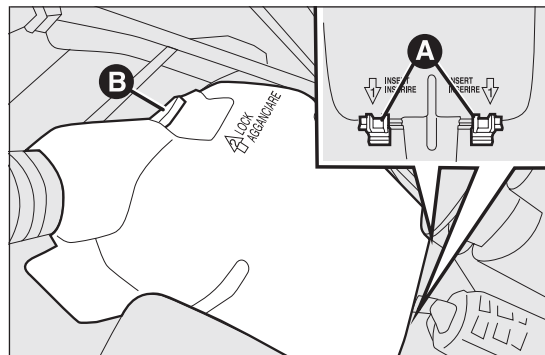

fig. 177
- ❑ inserire i due agganci A fig. 177 nelle relative sedi ubicate sulla scatola fusibili;